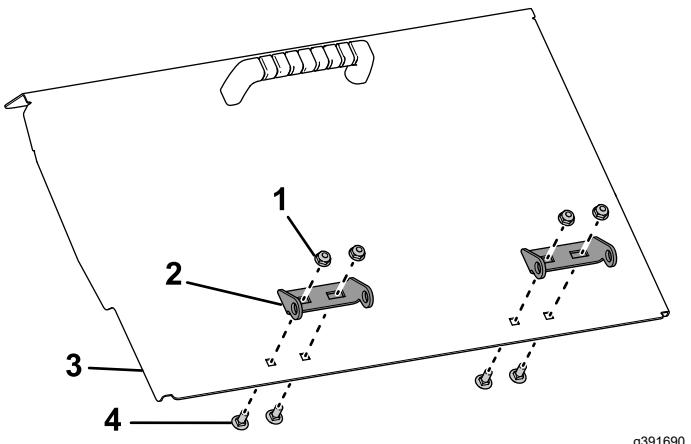

Figure 7
6. Fixez légèrement la charnière sur la trappe de la trémie à l'aide des boulons de carrosserie ($\frac{1}{4}'' \times \frac{5}{8}''$) et des contre-écrous fournis (Figure 7). Placez la charnière sur la porte en face de la charnière sur la machine, puis serrez les fixations.